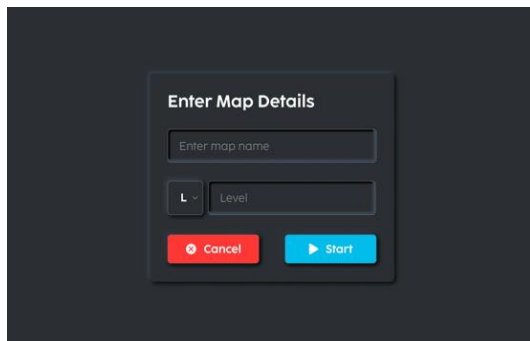

FIGURE 4-3
3. Entrez un 'Nom de Carte' et le 'Niveau' de la carte, puis cliquez sur 'Commencer' (Fig. 4-3).